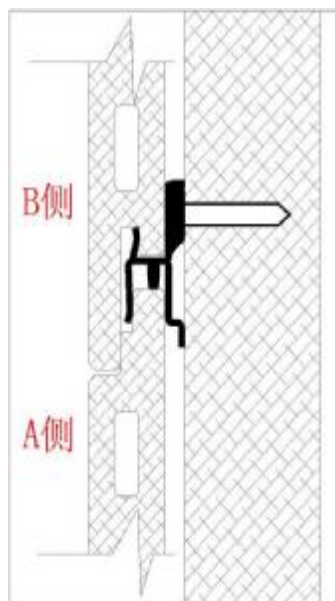

图 7
- 7) 参照第一排的安装方法固定墙板的另一侧；（见图 7）